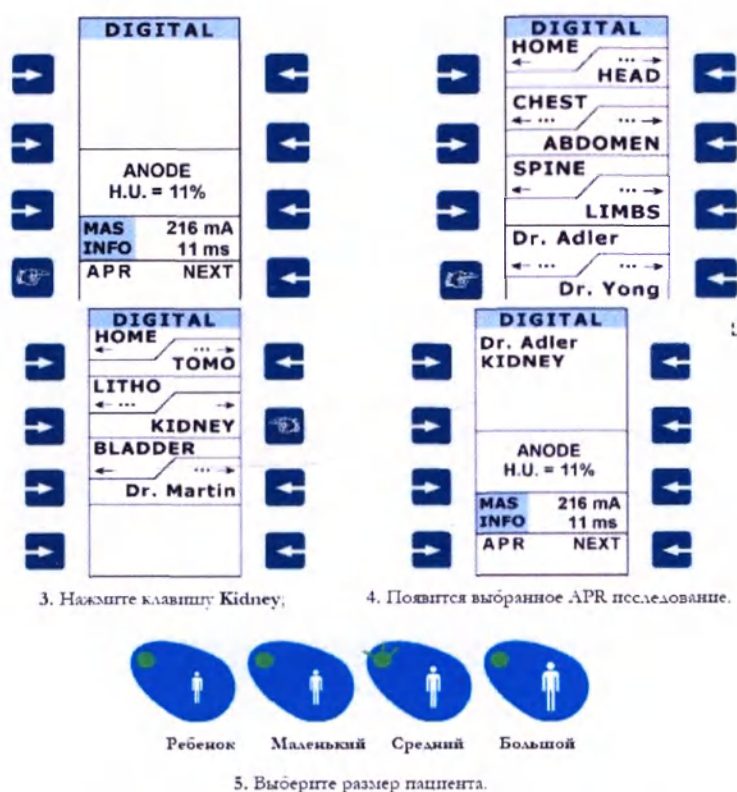

Рисунок 2.8 - Выбор APR исследования
2. Нажать на клавишу выбора исследования для загрузки соответствующей диаграммы методики и, при необходимости, для продолжения поиска через каскадированную структуру программы APR (рисунок 2.8, шаги 2 и 3) пока нужное